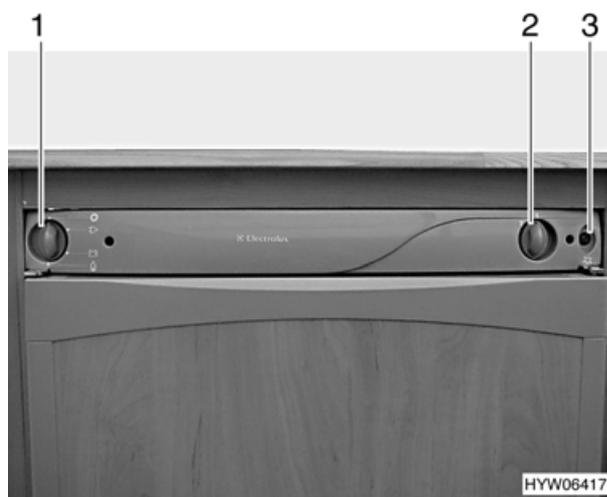

Fig. 51 Comandi del frigorifero (variante 2)
- Posizionare il selettore di energia (Fig. 51,1) su gas "🔥".
- Premere il pomello girevole (Fig. 51,2) e mantenerlo. In questo modo si apre l'alimentazione di gas. L'accensione avviene automaticamente. La luce spia (Fig. 51,3) lampeggia e è possibile ascoltare un ticchettio fino a quando non sarà stato possibile effettuare con successo il procedimento di accensione.
- Tenere premuto il pomello girevole (Fig. 51,2) per altri 10 - 15 secondi, poi rilasciarlo. Quando la fiamma si spegne, l'apparecchio di accensione ripete automaticamente il procedimento di accensione.
- Posizionare il selettore di energia (Fig. 51,1) su "0". Il frigorifero è spento.
- Posizionare il selettore di energia (Fig. 51,1) sull'alimentazione a 230 V .
- Impostare la temperatura di refrigerazione con il pomello girevole (Fig. 51,2).
- Posizionare il selettore di energia (Fig. 51,1) sull'alimentazione a 12 V .